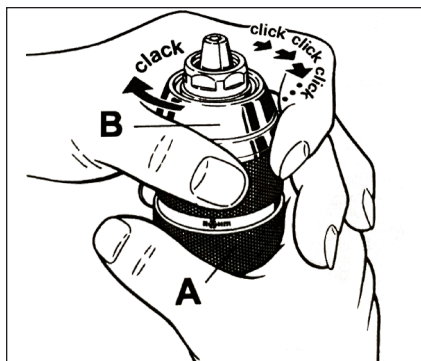

Figura 3: Azionare il mandrino
- Per trapani dotati di mandrini autoserranti con doppia guaina, impugnare le guaine A e B e ruotare la guaina B in senso antiorario per allentare e in senso orario per serrare le ganasce del mandrino (vedere la Figura 3). Inserire l'accessorio per circa 2 cm (3/4") nel mandrino e serrare bene ruotando la guaina B in senso orario fino a quando non scatta. La punta di trapano è inserita saldamente dopo una notevole rotazione e quando non si sentono più scatti dal mandrino.